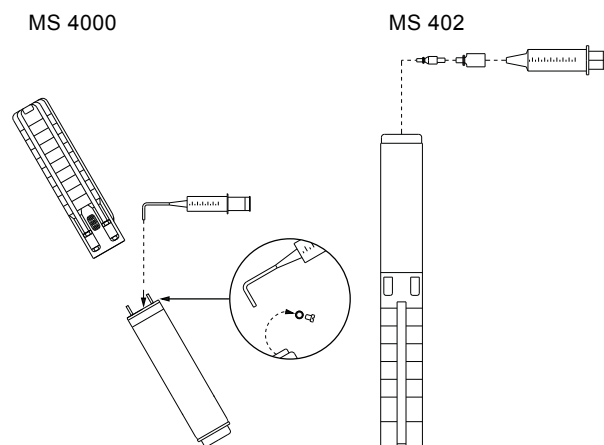

Fig. 2 Poziția motorului în timpul umplerii - MS 4000 și MS 402
1. Poziționați pompa submersibilă după cum se prezintă în fig. 2. Bușonul de umplere trebuie să se afle la cel mai înalt punct al motorului.
3. Injecționați lichid în motor cu seringă de umplere până când lichidul deversează din orificiul de umplere. Vezi fig. 2.